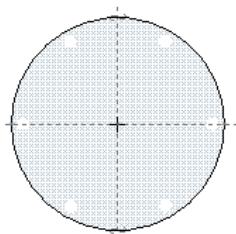

图 19.4.5 截面草图
(2) 创建实体拉伸特征。
① 定义拉伸类型。在“拉伸”操控板中, 确认“实体”类型按钮  被按下。
② 定义草绘截面放置属性。在绘图区中右击, 从弹出的快捷菜单中选择 **定义内部草绘...** 命令, 系统弹出“草绘”对话框。在系统  **选取一个平面或曲面以定义草绘平面。** 的提示下, 选择 NC_ASM_TOP 基础平面为草绘平面, 接受默认的箭头方向为草绘视图方向, 然后选取 NC_ASM_RIGHT 基础平面为参照平面, 方向为 **右**, 单击 **草绘** 按钮, 系统进入截面草绘环境。
③ 绘制截面草图。进入截面草绘环境后, 选取 NC_ASM_RIGHT 基准平面和 NC_ASM_FRONT 基准平面为草绘参照, 绘制的截面草图如图 19.4.5 所示。完成特征截面的绘制后, 单击工具栏中的“完成”按钮 。
④ 选取深度类型并输入深度值。在操控板中选取深度类型 , 单击  按钮调整拉伸方向, 输入深度值 25。
⑤ 预览特征。在操控板中单击“预览”按钮 , 可浏览所创建的拉伸特征。
⑥ 完成特征。在操控板中单击“完成”按钮 , 则完成特征的创建。